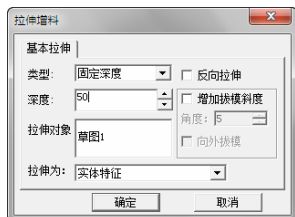

图 6-101 创建拉伸特征
3) 选择下拉菜单“造型”→“特征生成”→“增料”命令, 或者单击“特征生成栏”工具栏上的“拉伸增料”按钮, 弹出“拉伸增料”对话框, 选取“固定深度”类型, 填入深度 50, 拾取上一步草图, 单击“确定”完成操作, 如图 6-101 所示。